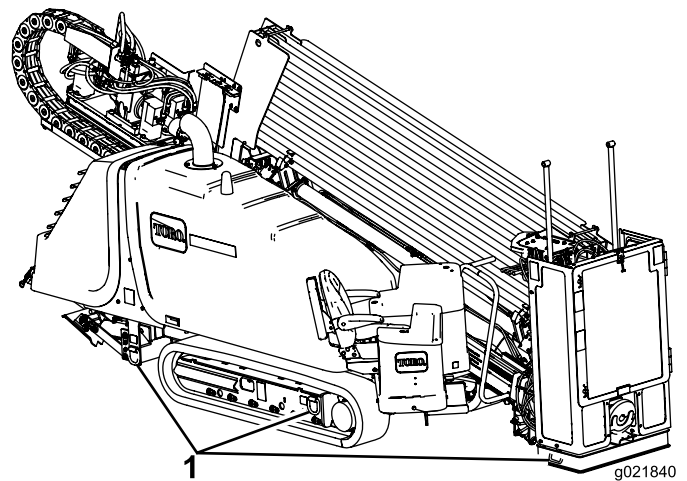

Figure 36
8. À l'aide de chaînes et d'attaches de capacité suffisante, accrochez à la remorque les anneaux des cadres des chenilles droite et gauche ainsi que de la plaque d'ancrage (Figure 36).